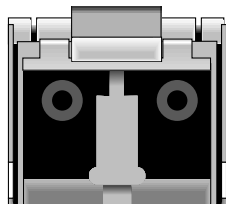

FIGURE 5-6 Connecteur duplex à l'extrémité d'un SFP
2. **Branchez l'une des extrémités d'un câble Fibre Channel au connecteur duplex situé à l'extrémité du SFP, comme indiqué à la FIGURE 5-6.**